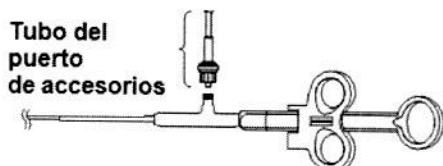

Figura 3
- 3 Conecte el tubo del puerto de accesorios al puerto de accesorios como se muestra en Figura 3.